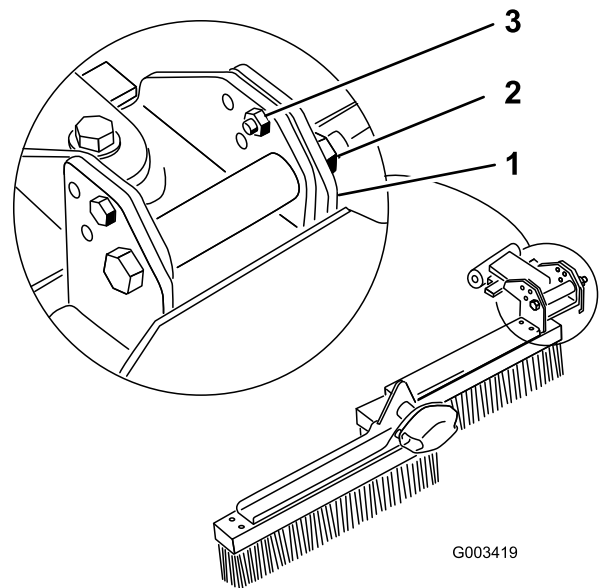
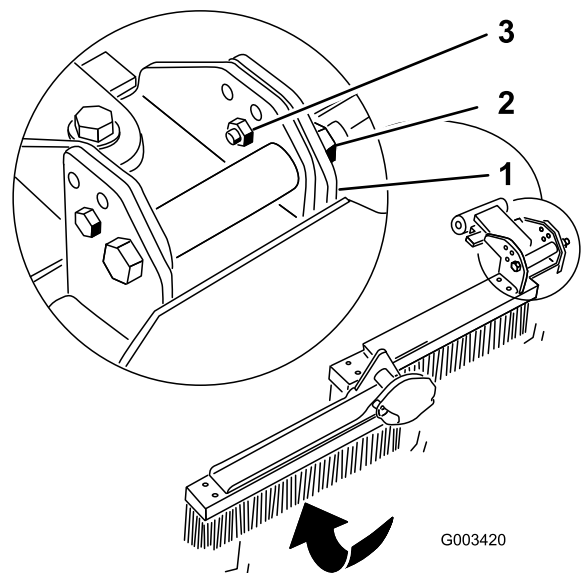
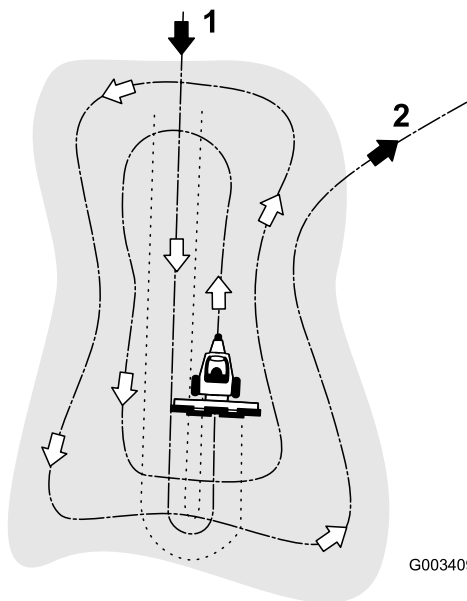

Figura 14
Figura 15
Figura 16
1. Desaperte a porca e o parafuso que fixam os suportes da articulação da cabeça da vassoura (Figura 14).
2. Retire os dois parafusos e porcas de ajuste dos suportes das articulações da cabeça da vassoura (Figura 14).
3. Instale e fixe os parafusos e porcas de ajuste no local desejado, como se mostra na Figura 14, Figura 15 e Figura 16.
O padrão recomendado ao varrer um obstáculo é mostrado em Figura 16. Este padrão evita a sobreposição desnecessária, mantém a compactação ao mínimo e deixa um padrão bem proporcionado e atrativo nos relvados. Entre no obstáculo a direito na dimensão maior, onde o banco é menos agressivo. Conduza através do centro do obstáculo quase até à extremidade, rode em qualquer direção da forma mais acentuada que puder e utilize o ancinho novamente para junto da primeira passagem. Conduza em espiral para fora como se mostra no desenho e saia do obstáculo num ângulo reto numa área nivelada.